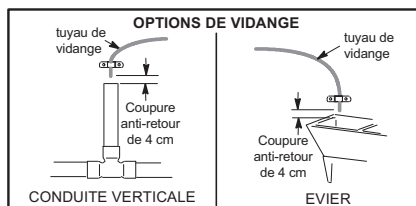
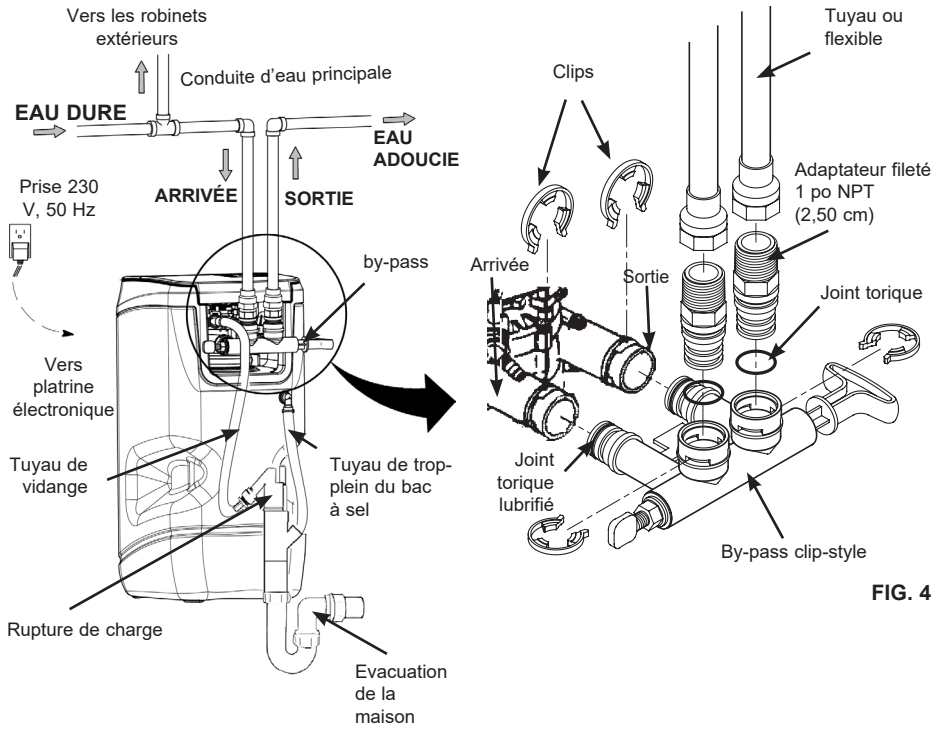

FIG. 2
FIG. 4
- Un point de vidange des eaux usées est nécessaire: toujours installer une rupture de charge entre le tuyau d'évacuation et le système d'évacuation (Cf. Figure 4). Un évier, une conduite verticale, etc., peuvent également être utilisés (Cf. Figure 2).
FIG. 4 bis
1. INSTALLER LE BY-PASS (FIG. 4)
a. Vérifiez que l'entrée (IN) et la sortie (OUT) de la vanne sont propres.
f. Placez les clips de fixation du by-pass à la vanne (FIG 4.)
Clipser directement les flexibles clip styles fournis dans le by-pass puis fixer les flexibles à votre tuyauterie. **FIG.4 bis.**